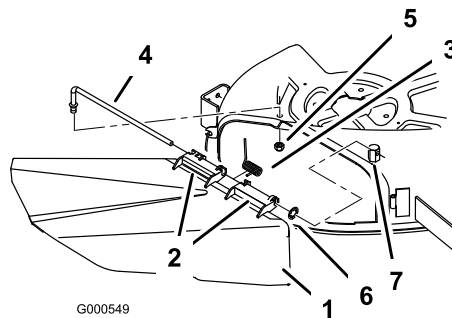

Figura 51
1. Individuate le parti illustrate nella Figura 51.
2. Togliete il dado (3/8 poll.) dall'asta sottostante il tosaerba (Figura 51).
3. Estraete l'asta dal distanziatore corto, dalla rosetta di sicurezza interna, dalla molla e dal deflettore di sfalcio (Figura 51). Togliete il deflettore dell'erba tagliata se è danneggiato o consumato.
4. Rimontate il deflettore di sfalcio e la rosetta di sicurezza interna (Figura 51).
6. Collocate la molla sull'asta (tenendo abbassati i fili alle estremità), tra le staffe del deflettore di sfalcio. Infilate l'asta nella seconda staffa del deflettore di sfalcio e nella rosetta di sicurezza interna (Figura 51).
7. Inserite l'asta dalla parte anteriore del deflettore dello sfalcio, nel piccolo isolatore sul piatto di taglio. Fissate l'estremità posteriore dell'asta nel tosaerba con un dado (3/8 poll.) (Figura 51).